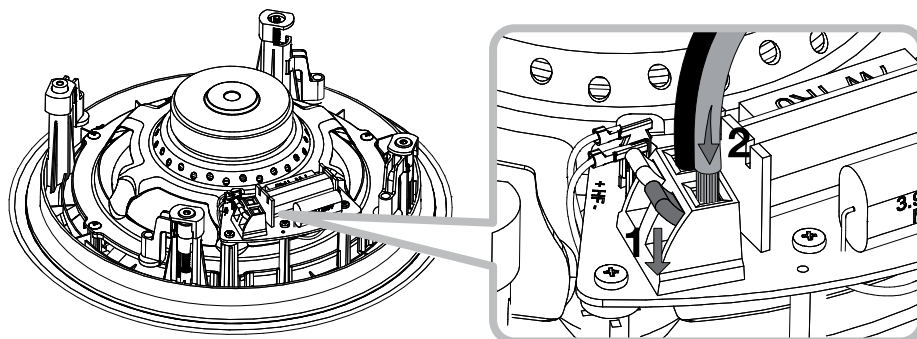

Abbildung 3
4.3 Schließen Sie nun das Lautsprecherkabel an die Anschlussklemmen an der Seite der Schallwand an. Achten Sie beim Anschließen auf die korrekte Polarität. Stellen Sie sicher, dass die positive Anschlussklemme am Verstärker mit der roten Klemme am Rahmen verbunden wird und die negative Anschlussklemme am Verstärker mit der schwarzen Klemme am Rahmen. Siehe Abbildung 3.